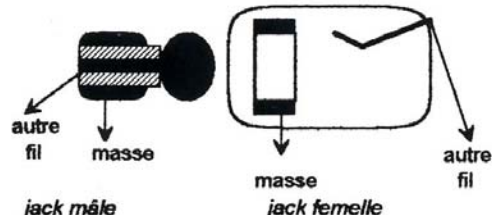

Figure 9 Prise et Fiche Jack pour l'alimentation du Nm.
- Les prises Haut-parleur DIN des normes «N» sont donc remplacées par des prises Jack miniatures monophoniques 2,5 mm (cf Figure 9).